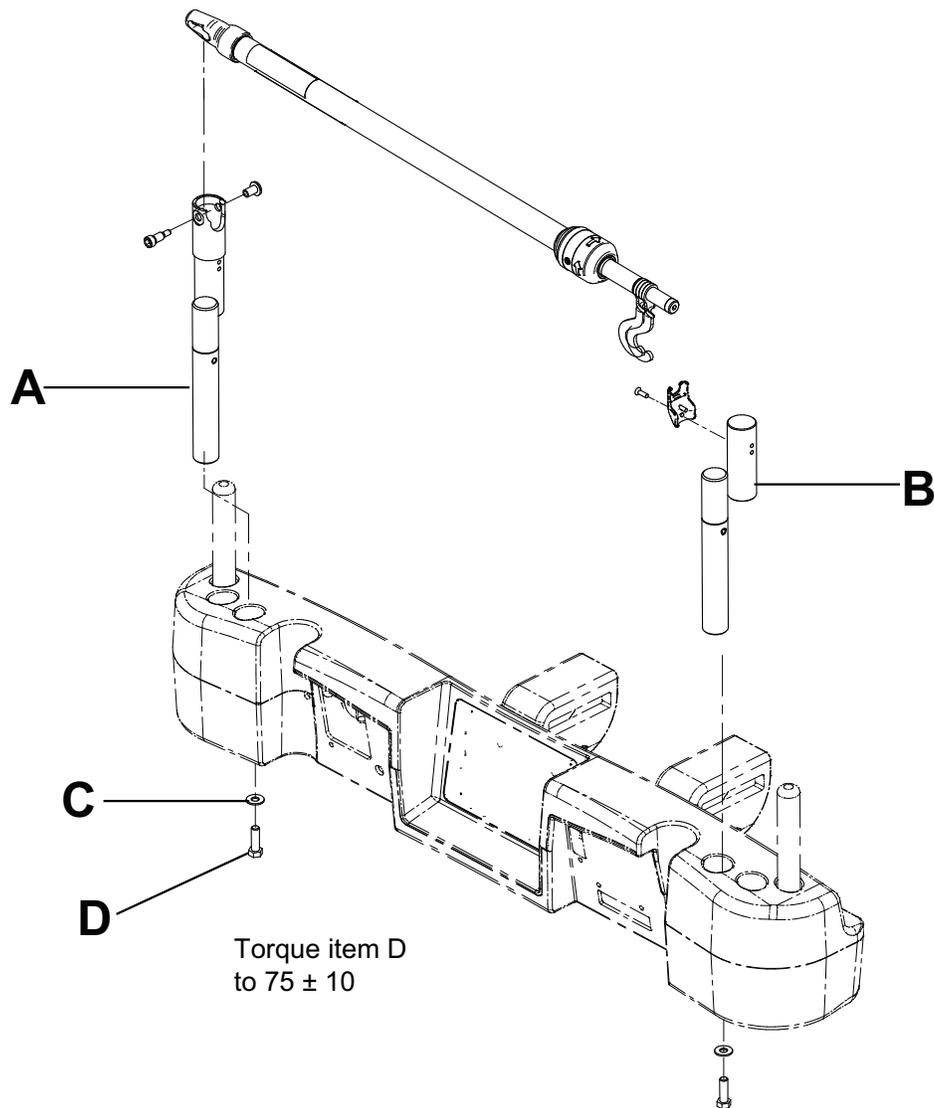

Figure 111 – Support de perfusion simple à deux positions Havasu (côté gauche illustré)
1. À l'aide de la clé à cliquet de 3/8 po et de la douille de 1/2 po, installer une rondelle (C) et un boulon (D) pour fixer le support de perfusion dans le logement situé du côté tête du produit (A) (Figure 111).
2. À l'aide de la clé à cliquet de 3/8 po et de la douille de 1/2 po, installer une rondelle (C) et un boulon (D) pour fixer le support de perfusion dans le logement situé du côté tête du produit (B) (Figure 111).